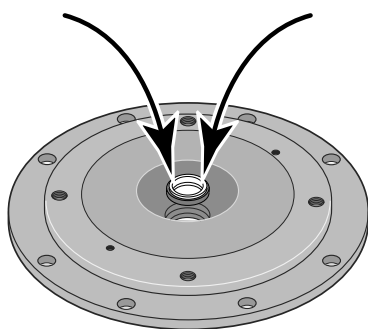

Figura 22 - Presione para colocar el nuevo sello
- Paso 3. Coloque una arandela limpia de cartón sobre la superficie del sello. Con la presión del dedo pulgar, presione la mitad de cerámica del sello con firmeza y precisión en la cavidad selladora del dispositivo de calor de cobre (ver figura 22). La superficie pulida del asiento de cerámica está mirando hacia arriba. Si el sello no se asienta correctamente, sáquelo y coloque el sello hacia arriba sobre el banco. Vuelva a limpiar la cavidad. El sello deberá asentarse correctamente ahora.